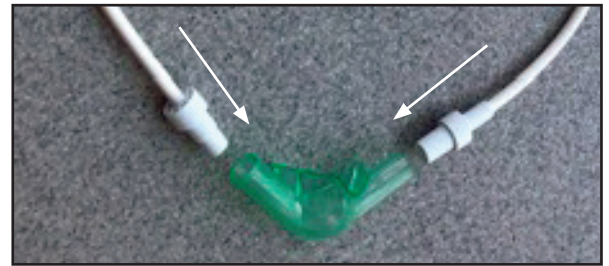

Figure 7
2. Install the mask on the circuit per Figure 7. It does not matter which line goes into which side of the mask.
2. Montieren Sie die Maske gemäß Abbildung 7 am System. Es spielt keine Rolle, welcher Schlauch an welcher Seite der Maske angeschlossen wird.